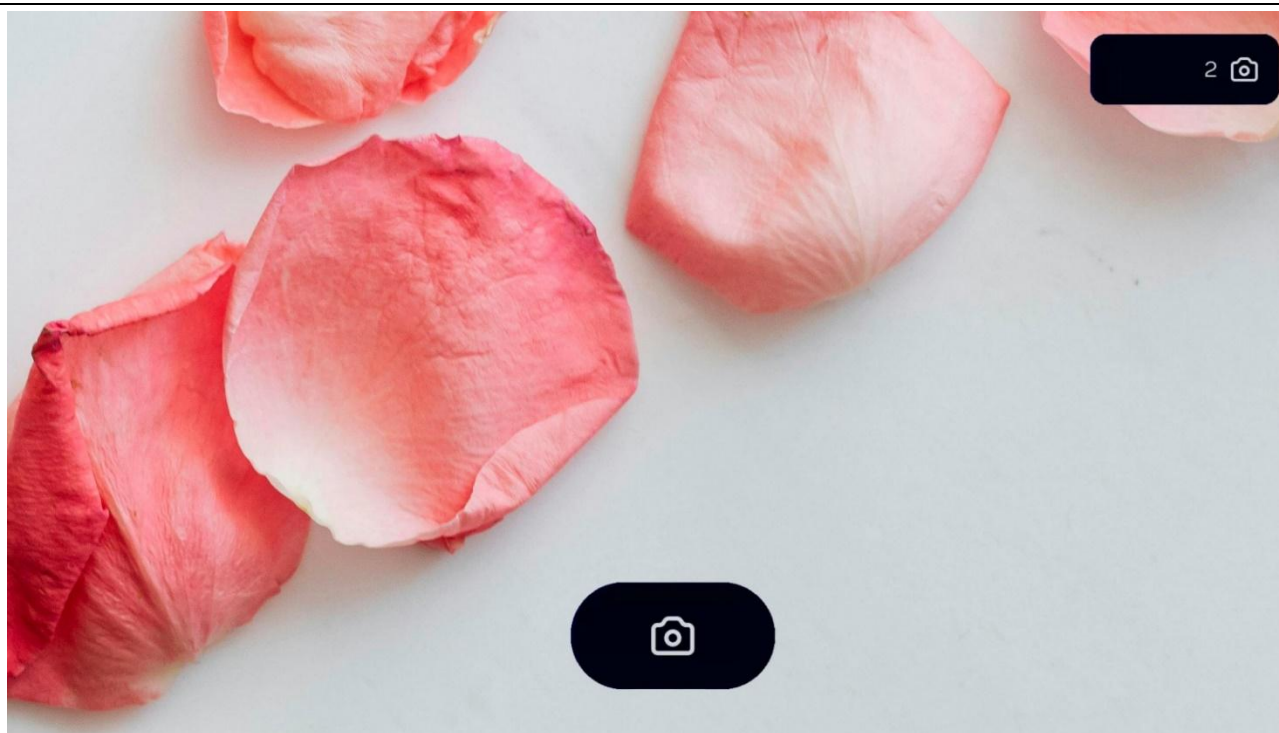

Figure 6 : Confirmation de l'image prise
- Capturez une image en appuyant brièvement sur [1], voir Figure 6.